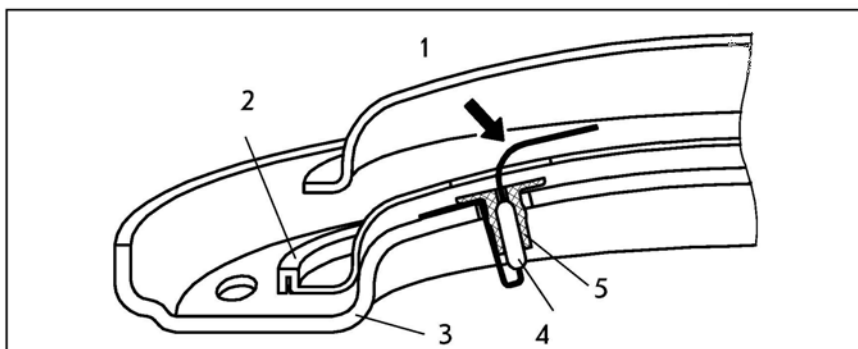

Рис.18
- При проведении работ по уходу защита от коррозии (рис.18, поз.4) на изолирующем основании не должна быть повреждена или удалена. При замене отопительного фланца сборку необходимо производить в строгом порядке. (?)